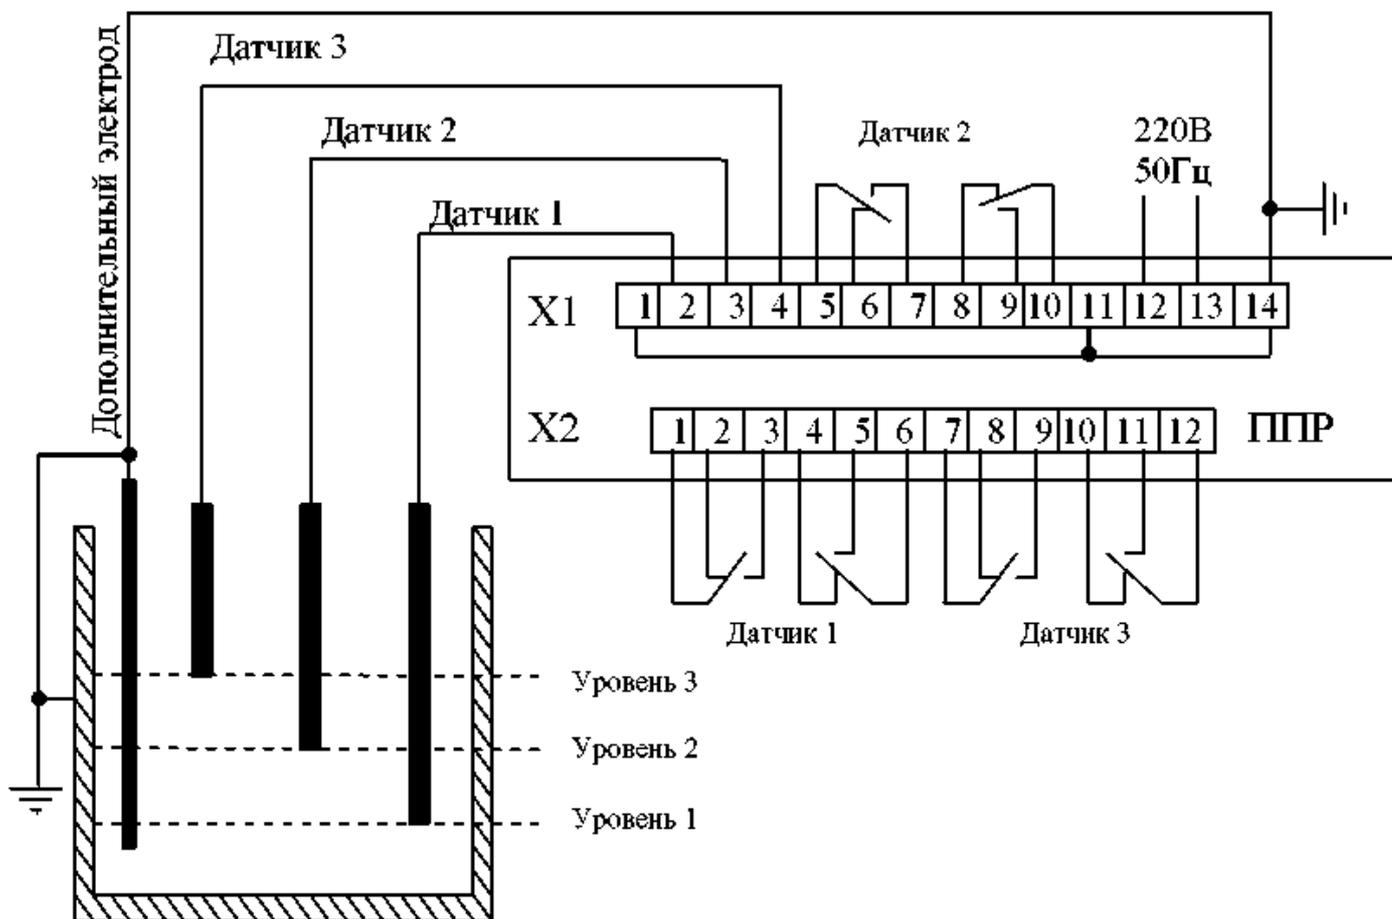

Рис. 1. Схема электрическая подключения датчика – реле РОС301.
1.4.3 Принцип действия датчика-реле основан на преобразовании изменения электрического сопротивления между электродом датчика и стенкой резервуара в электрический релейный сигнал (в случае, если резервуар изготовлен из непроводящего материала, рекомендуется использовать дополнительный электрод (рис. 1)). При погружении электрода датчика в контролируемую среду сопротивление уменьшается, срабатывает реле и загорается соответствующий светодиод. При отсутствии среды сопротивление увеличивается, происходит возврат реле, светодиод гаснет.
1.4.4 Датчик – реле (рис. 1) имеет три параллельно действующих канала, позволяющих независимо друг от друга контролировать от 1 до 3 уровней жидкостей в одном или разных резервуарах.
2.1.2.7 Монтаж производить в соответствии с правилами устройства электроустановок и схемой подключения рис. 1 любым проводом или кабелем с максимальным сечением жилы 1,5 мм².